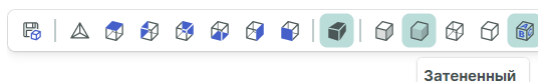

Рис. 119 Встроенная панель 3D вида платы
- «Встроенная панель инструментов» – настройки включения/выключения отображения встроенной панели инструментов и выбор расположения данной панели в окне редактора. Внешний вид встроенной панели 3D вида платы представлен на Рис. 119.